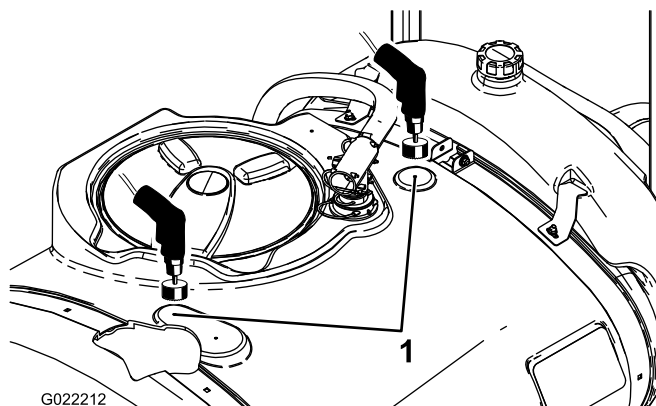

Figura 6
2. Individuate i due segni di foratura sul serbatoio principale (Figura 6).